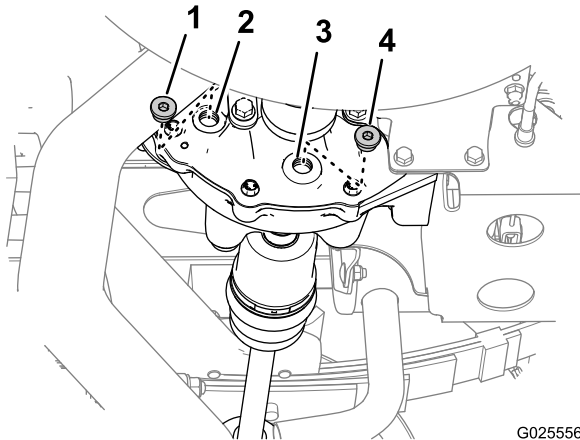

Bild 75
1. Stellen Sie eine Auffangwanne unter die Ablassschraube (Bild 75).
2. Entfernen Sie die Füllschraube vom Füllanschluss und die Ablassschraube vom Ablassanschluss des Differenzials (Bild 75).
4. Setzen Sie die Ablassschraube in den Ablassanschluss (Bild 75) ein und ziehen sie bis auf 14 - 19 Nm an.
5. Füllen Sie 550 ml der angegebenen Ölsorte in den Füllanschluss des Differenzials (Bild 75).
6. Setzen Sie die Füllschraube in den Füllanschluss (Bild 75) ein und ziehen Sie sie bis auf 14 - 19 Nm an.